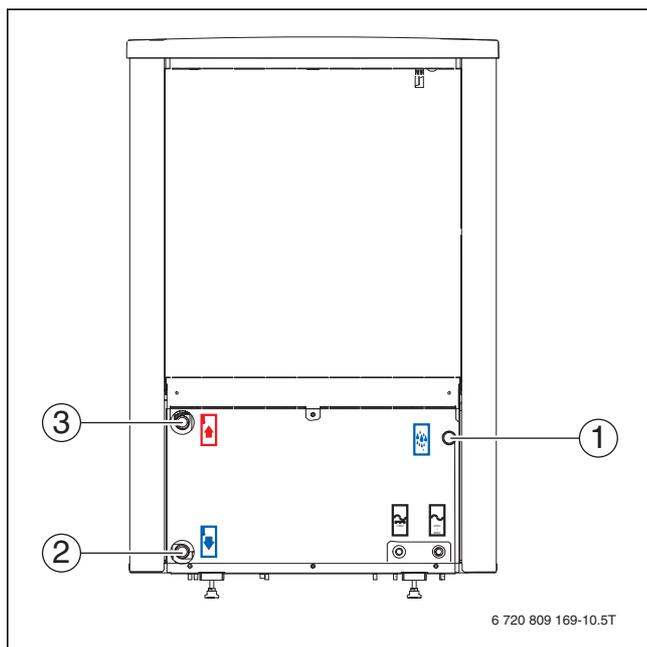

Bild 14 Wärmepumpenanschlüsse. Gültig für alle Größen.
- ▶ Rohr für Primärkreiseingang vom Wärmepumpen-Kompakteinheit anschließen (→ [2], Abb. 14).
- ▶ Rohr für Primärkreisausgang zum Wärmepumpen-Kompakteinheit anschließen (→ [3], Abb. 14).